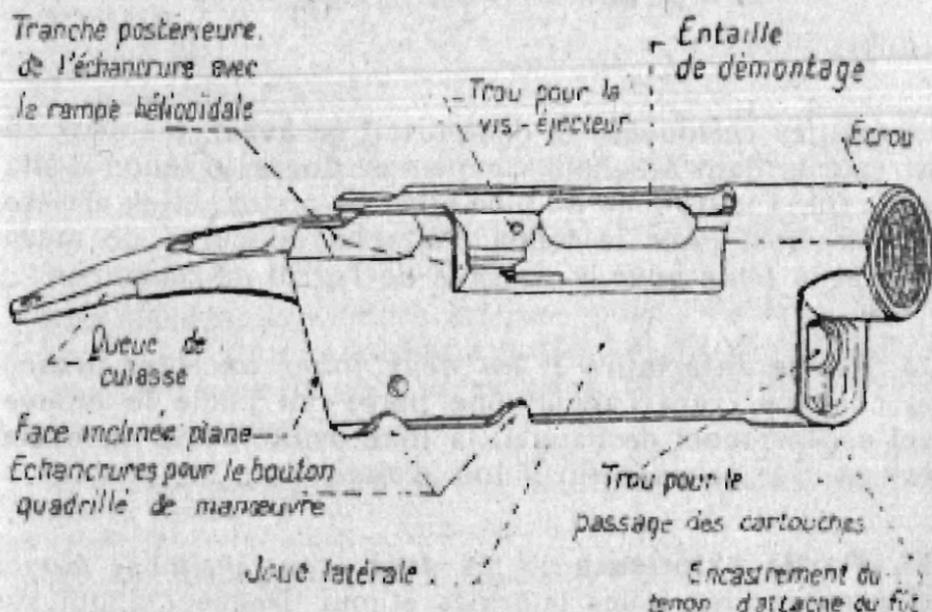

Fig. 4. — Boîte de culasse. (Côté droit.)
72. **Partie supérieure** (fig. 4 et 5) : l'*écrou*, dans lequel se visse le bouton fileté du canon; les *épaulements d'appui* des tenons de la culasse mobile, la *tranche antérieure* de